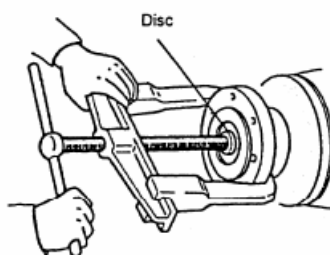

Рисунок 24
- Снимите полумуфту с вала насоса. Используйте специальный инструмент, как показано на рис.24. Если такого инструмента нет, используйте молоток с резиновым покрытием. Снимите шпонку с вала;